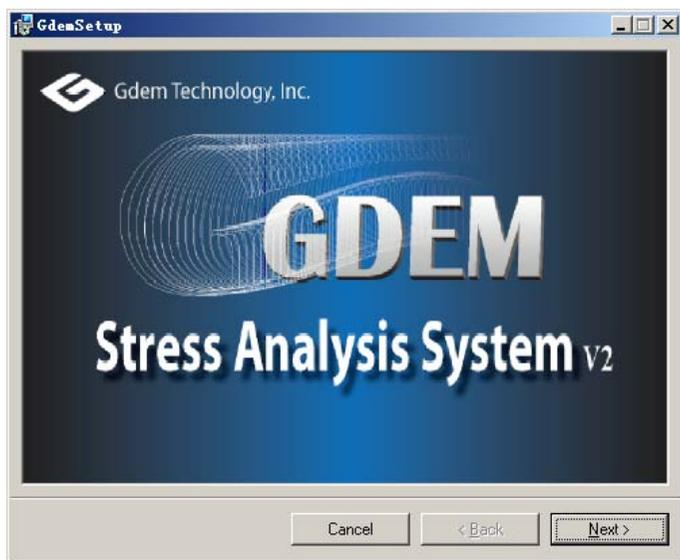

图 3.4 GDEM 系统安装主界面
1、点击“Install Gdem System”进行“GDEM 动力学专业版（V2.5）”的安装，弹出图 3.4 所示界面：包括软件的名称（Gdem Kinetic Analysis System）及版本号（Version 2.5）。